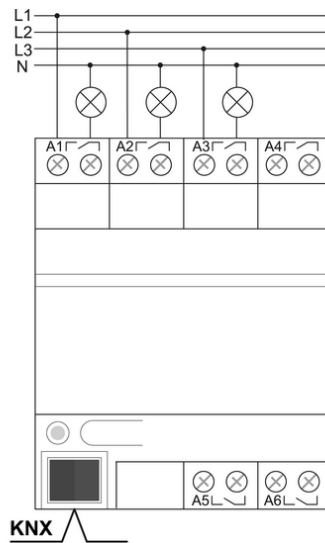

Рисунок 2: Пример подключения исполнительного элемента
- Подключите прибор, как показано на примере (рисунок 2).